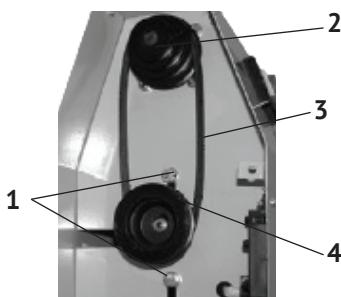

рис.4
Для переустановки ремня необходимо (см. рис.4):
- ослабить болты (рис.4 поз.1) крепления двигателя с ведущим шкивом (рис.4 поз.4);
- для ослабления натяжения ремня сместить ведущий шкив (рис.4 поз.4) с двигателем в направлении шкива шпинделя (рис.4 поз.2). При таком положении
- зафиксировать установленное положение ремня привода, закрепив болты (рис.4 поз.1).
- правильно отрегулированный ремень (рис.4 поз.3) должен прогнуться на 5-6 мм, при нажатии на одну из ветвей рукой, с силой около 2 кг.